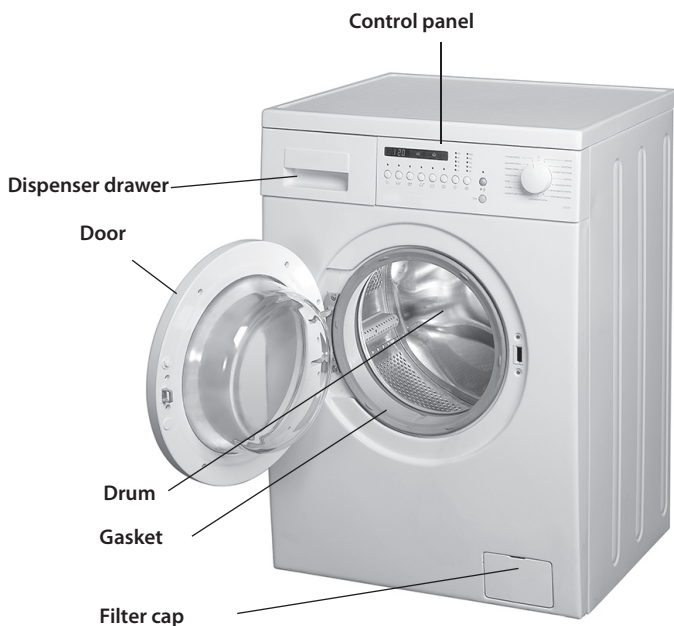

Figure 1
1.1 Der Waschvollautomat (im weiteren- die Maschine) s. Abb. 1 dient zum Waschen von Textilien und Sportschuhen unter Verwendung von schaumgebremsten synthetischen Waschmitteln, zum Spülen und Schleudern. Alle Operationen zur Behandlung der Erzeugnisse erfolgen automatisch nach vorgegebenem Programm.
ACHTUNG! Um die Maschine nicht zu beschädigen, bewegen Sie sie nicht fort, indem Sie sie an Schale, Tür oder Dichtung (s. Abb. 1) festhalten.